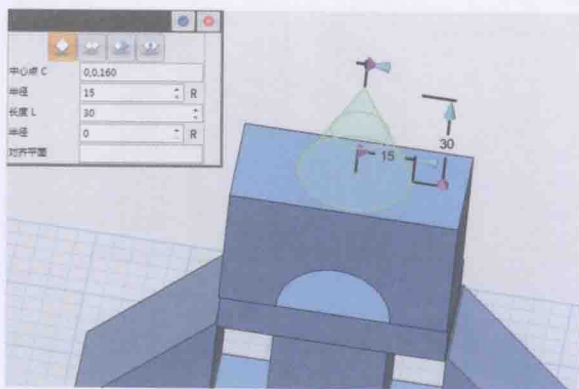

图 1-2-27
20. 最后绘制第七层，在上表面绘制圆一个锥体。中心选择上表面中心，半径为 15，长度为 30。最高点半径为 0，如图 1-2-27 所示。